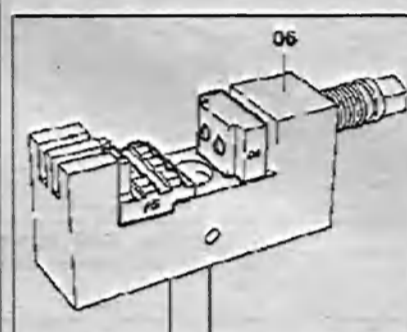

Рис. 4.46. Вставьте вставки F5 и D9 в пресс 06.
10. Вставьте вставки F5 и D9 в пресс 06 (рис. 4.46).